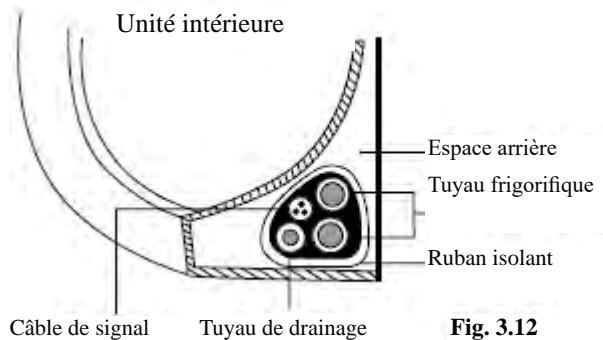

Fig. 3.12
- Envelopper le tuyau d'évacuation, les tuyaux frigorifiques et le câble de signal comme indiqué à la **Fig. 3.12**.
- À l'aide de ruban isolant, envelopper fermement ensemble le câble de signal, le tuyau frigorifique et le tuyau de drainage. Vérifier à nouveau que tous les objets sont attachés ensemble comme sur la **Fig. 3.12**.